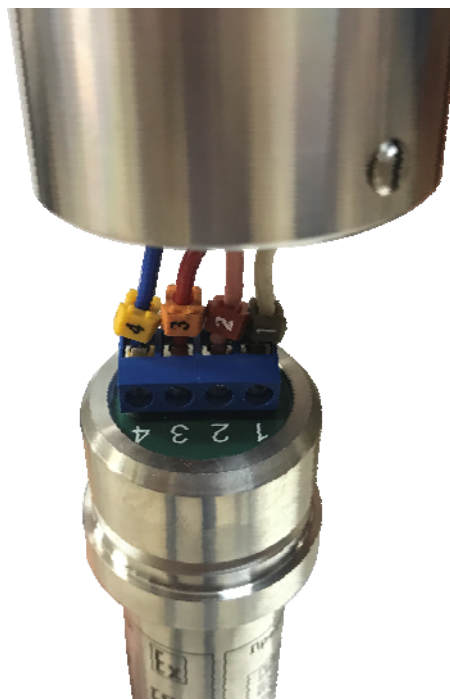

Рисунок 12 – Электрическое соединение крышки преобразователя и ответной части на корпусе уровнемера
22. Выполните электрическое подключение контактов преобразователя (5) к ответной части на внешнем корпусе (2) в соответствии с обозначением на проводниках и клеммном устройстве при помощи подходящей отвертки (рисунок 12).